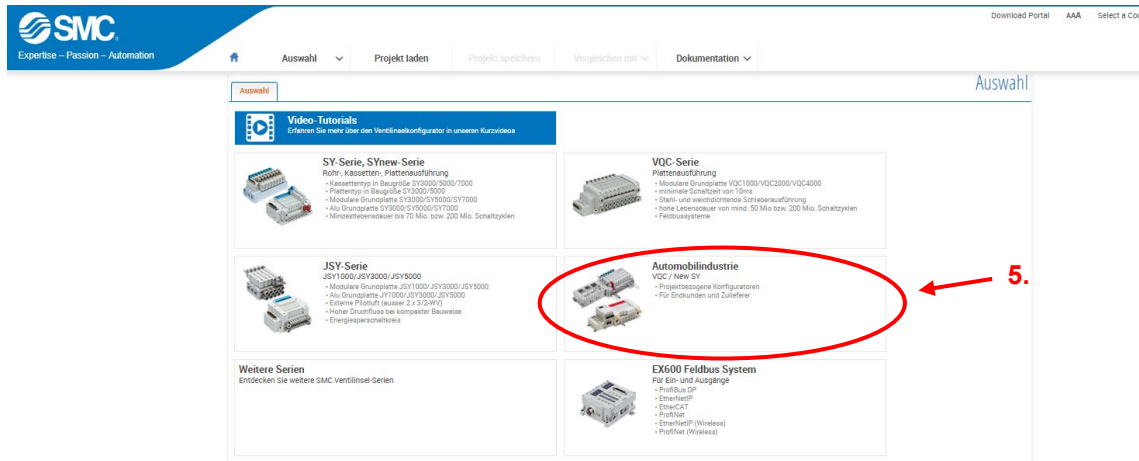

Abbildung 3
5. Auf die Schaltfläche „Automobilindustrie“ klicken (Abbildung 3).